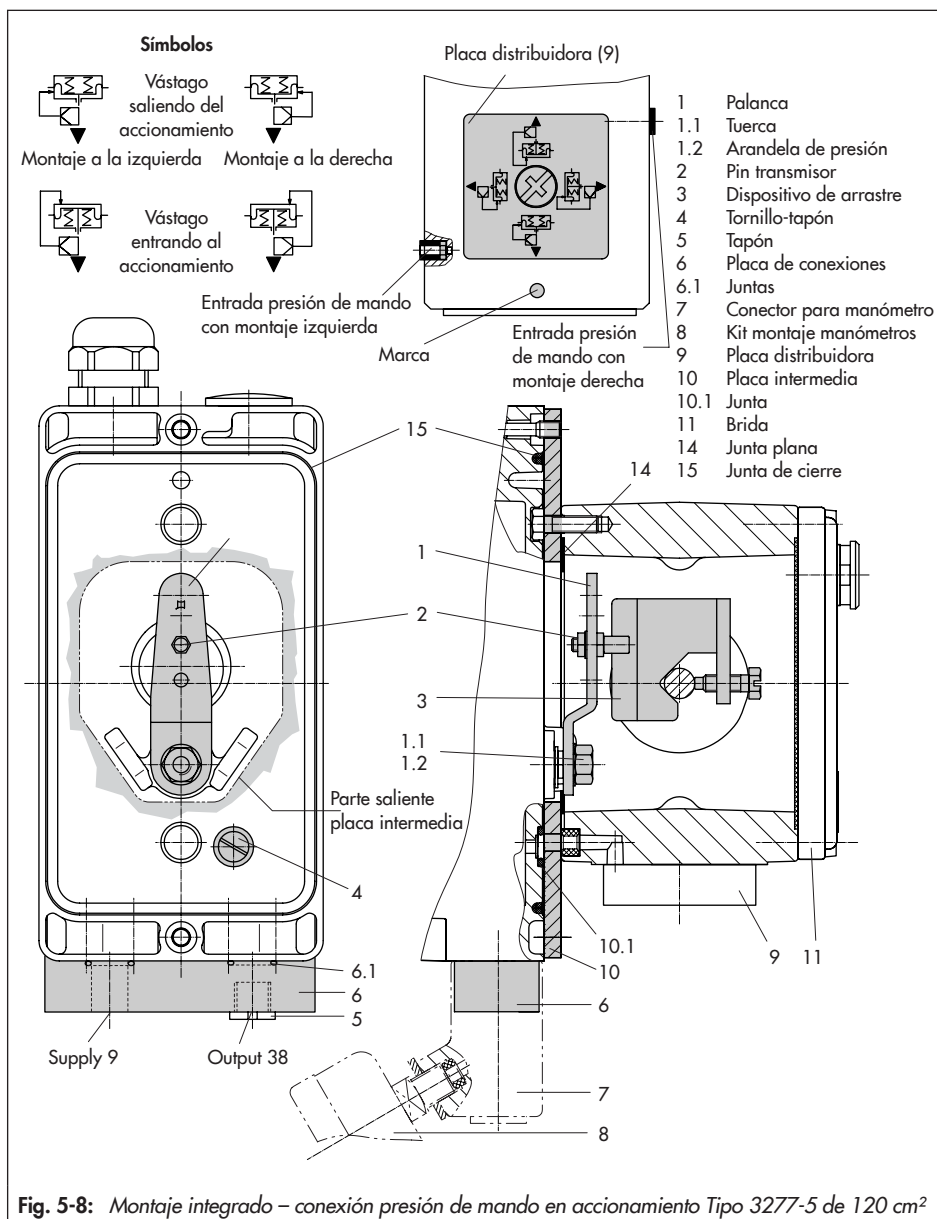

Fig. 5-8: Montaje integrado – conexión presión de mando en accionamiento Tipo 3277-5 de 120 cm²
→ Accionamiento de 120 cm² (ver Fig. 5-8)
→ Montar la placa distribuidora (9) en el puente del accionamiento según la posición de seguridad del accionamiento "vástago saliendo del accionamiento" o "vástago entrando al accionamiento". Hacer corresponder el símbolo con la marca según sea el montaje a la izquierda o a la derecha del puente (ver Fig. 5-8 arriba).
1. Montar la placa de conexiones (6) o el conector para manómetro (7) con el manómetro al posicionador, cuidando que las juntas (6.1) queden en su lugar.
2. Desatornillar el tornillo-tapón (4) de la cara posterior del posicionador y cerrar con el tapón (5) de los accesorios la salida "Output 38" de la placa de conexiones (6) o del conector para manómetro (7).
3. Colocar el dispositivo de arrastre (3) en el vástago del accionamiento, alinearlos y fijarlo de forma que el tornillo de fijación esté bien alojado en el encaje del vástago del accionamiento.
4. Fijar la placa intermedia (10) con la parte saliente más estrecha (Fig. 5-8 izq.) hacia la conexión de la presión de mando, la junta plana (14) tiene que quedar del lado del puente del accionamiento.
5. Controlar la posición del pin transmisor (2) en la palanca M (1). Tener en cuenta la posición del pin indicada en las tablas de carreras y si es necesario cambiar el pin de posición (ver cap. 5.4).
6. Colocar la junta de cierre (15) en la ranura de la carcasa del posicionador y la junta (10.1) en la parte posterior de la carcasa.